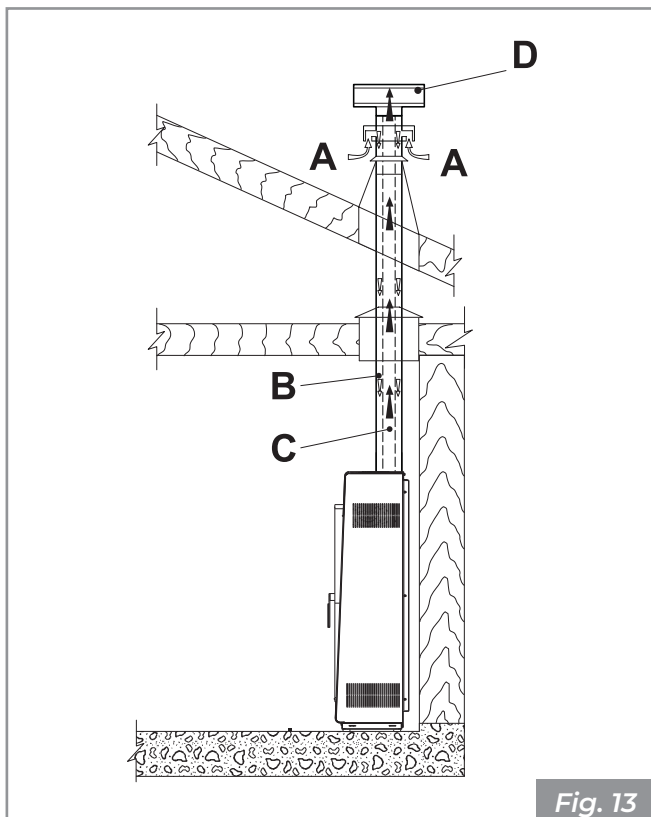
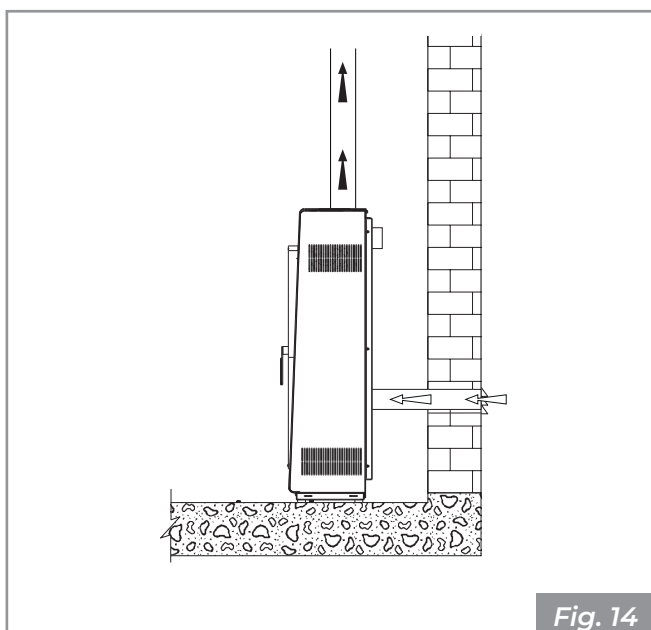

Fig. 13
Fig. 14
- directamente desde el exterior con conexión directa a la cámara de combustión (Fig. 13 - Fig. 14).
- canalizar el aire comburente mediante un tubo de descarga coaxial para la expulsión de los humos y la extracción del aire (Fig. 13 - A, B = Entrada aire, C, D = Salida humos); por lo tanto no es necesario hacer una clásica toma de aire en el local;
- conectar la entrada de aire comburente del aparato a la toma de aire con un conducto adecuado (Fig. 14).